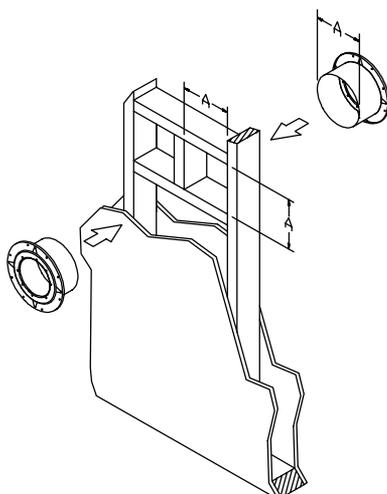

Figure 5
4. Coupe-feu mural. Pour un système traversant un mur, installez le coupe-feu mural, comme indiqué à la **figure 5**. Le coupe-feu mural est conçu pour s'adapter à des murs d'une épaisseur maximale de 6 po (15,24 cm). Si les murs sont plus épais, un prolongement de manchon doit être fabriquée et fixée au manchon existant. Ne remplissez pas l'espace d'air entre la section de conduit d'évacuation de type B et le coupe-feu mural avec de l'isolant. Un produit d'étanchéité de type RTV peut cependant être appliqué autour de la bride et des têtes de clou si vous le souhaitez.